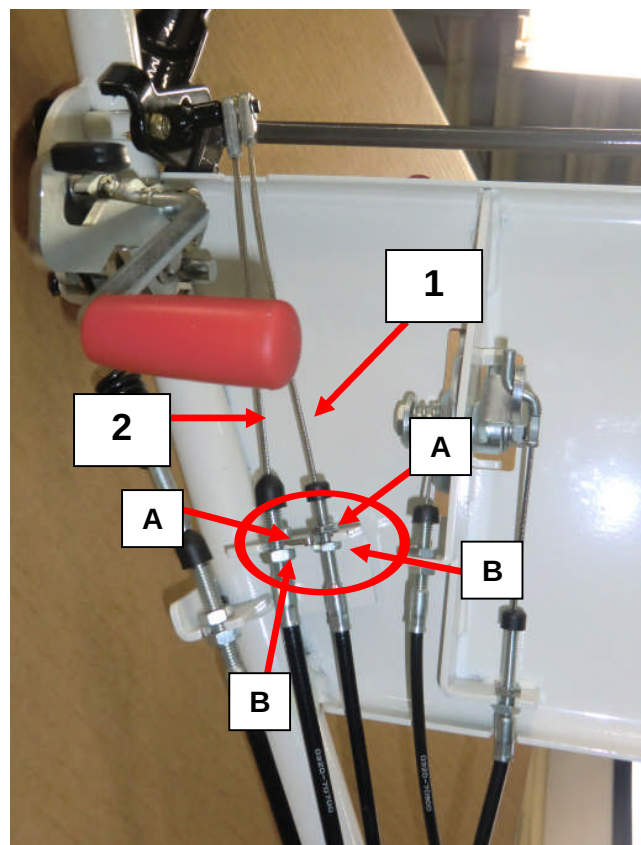

Figure 16
* Si la machine peut bouger lorsque le levier est relâché, ajustez le câble (1, figure 16) comme suit : Dévissez le contre écrou (1, figure 16(repère A)), et faites tourner l'écrou 1, figure 16(repère B)) vers le haut pour augmenter la tension. Revissez ensuite l'écrou A. Si la machine ne freine pas avec le câble tendu, demandez à votre concessionnaire de vérifier les plaquettes de frein
* Si la machine machine n'avance pas ou que vous entendez la courroie patiner, ajustez la tension du câble de la transmission en dévissant le contre écrou de réglage du tendeur (2 figure 16(repère A)), puis faisant monter l'écrou de réglage du tendeur (2 figure 16(repère B)). Resserrer le contre écrou puis vérifiez si la machine fonctionne normalement. Refaites le réglage si la machine ne fonctionne pas normalement.